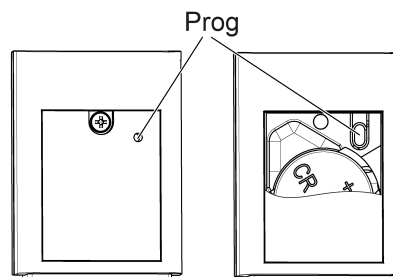

Imagen 3: Tecla Prog
La tecla **Prog** (Imagen 3) puede pulsarse con un alambre fino o un clip a través del orificio situado en la tapa de la pila.
- Pulsar brevemente la tecla **Prog** (Imagen 3).